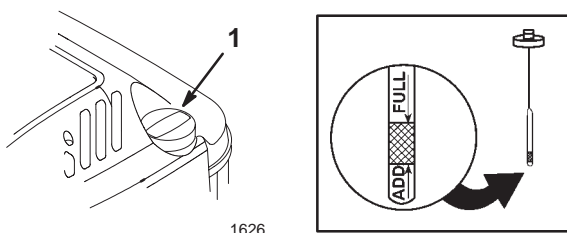

Figure 5
Avant chaque utilisation, vérifier que le niveau d'huile arrive entre les marques maxi (*Full*) et mini (*Add*) de la jauge (Fig. 5).
2. Nettoyer tout autour du bouchon de jauge (Fig. 5).
6. Voir le niveau d'huile indiqué par la jauge (Fig. 5).